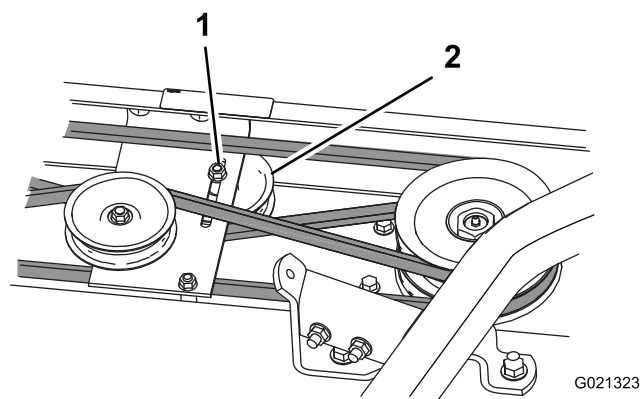

Figure 24
- Desserrez les poulies de tension pour détendre les courroies (Figure 24).
- Retirez les boulons de carrosserie, les rondelles freins et les écrous qui fixent la boîte d'engrenages en place. Soulevez et dégagez la boîte d'engrenages de la plaque de montage le moteur et couchez-la au sommet du plateau de coupe (Figure 24).
- Pour tendre la courroie, poussez la poulie de tension contre la courroie en faisant levier puis serrez l'écrou à embase de la poulie (Figure 24).